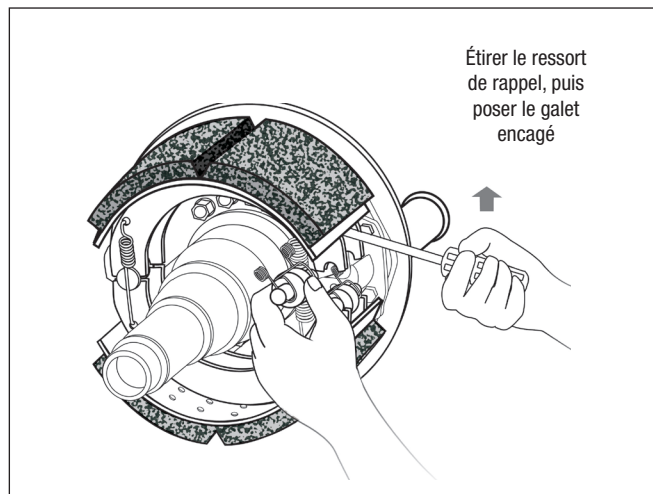
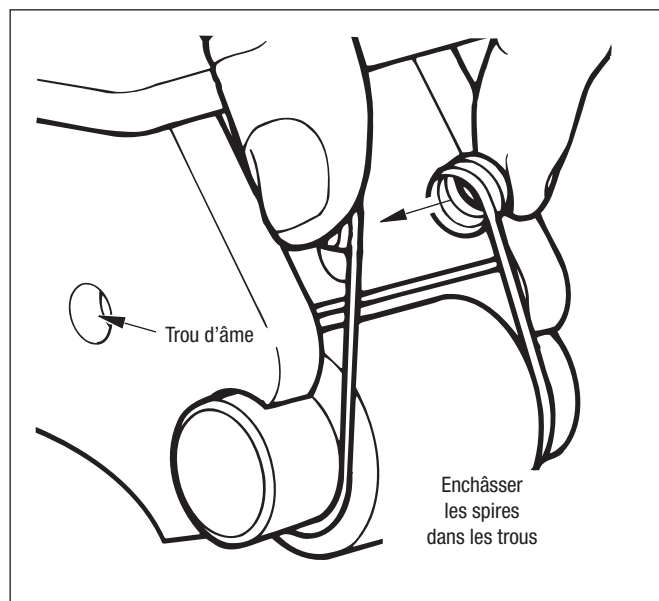

Figure 65 – Pose du galet engagé
Figure 66 – Pose du galet
- Avec un levier ou un grand tournevis, étirer le ressort de rappel en vue de poser le galet engagé sur l'âme inférieure. Cf. Figure 65.
- Loger le galet engagé dans l'âme de segment, tel que le montre la Figure 65. Pincer les spires de la cage, puis les pivoter et les enchâsser dans les trous de l'âme. Cf. Figure 66. Vérifier l'enchâssement de la cage avant de poursuivre.
9. Avec un levier ou un grand tournevis, étirer le ressort de rappel en vue de poser le galet engagé sur l'âme inférieure. Cf. Figure 65.